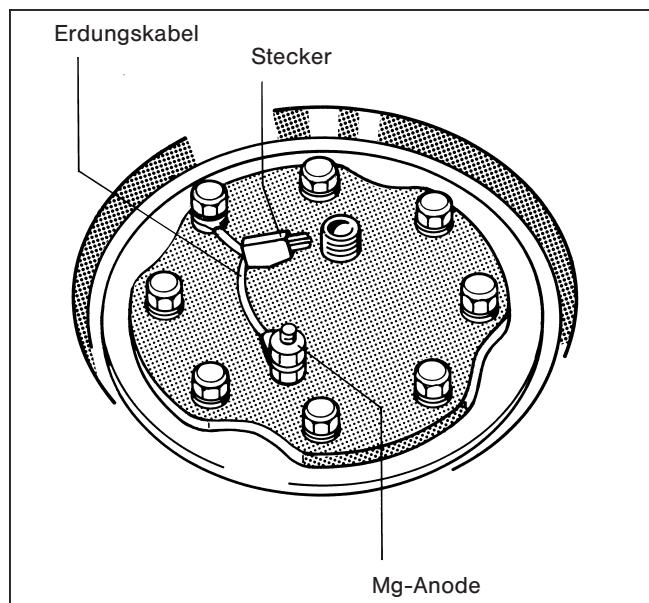

Abb. 13
- Regelgeräte Ecomatic 4000: Stecker am Erdungskabel abziehen (Abb. 13).